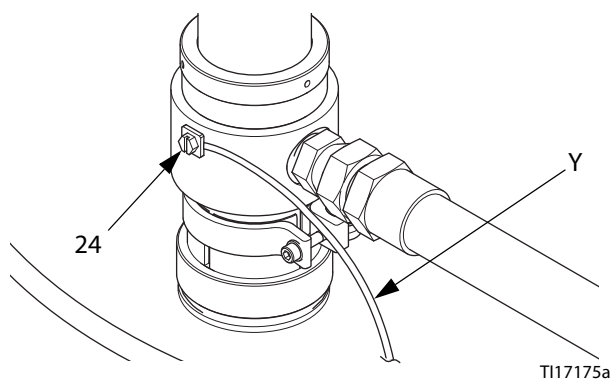

Рис. 9
- Насос.** Подсоедините провод заземления (Y) к заземляющему винту (24) и надежно затяните винт. См. Рис. 9. Другой конец провода соедините с точкой истинного